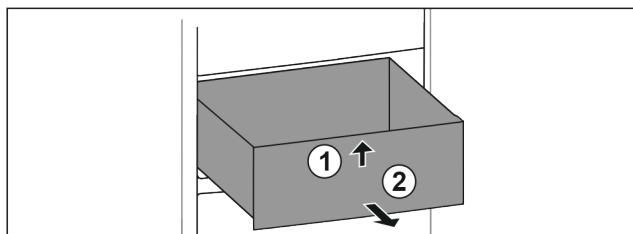

Fig. 120
- ▶ Nadvihnite zásuvku vpredu. Fig. 120 (1)
- ▶ Odoberte zásuvku dopredu. Fig. 120 (2)